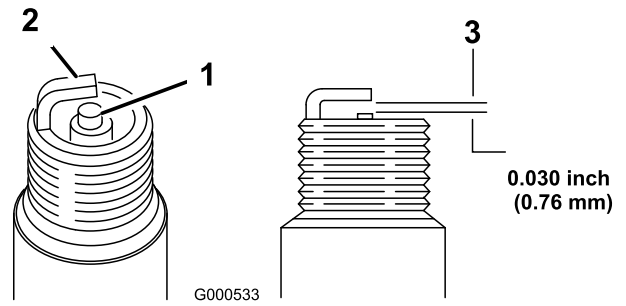

Figura 29
11. Ajuste el espacio entre los electrodos a 0.76 mm (0.030"), según se muestra en Figura 29.